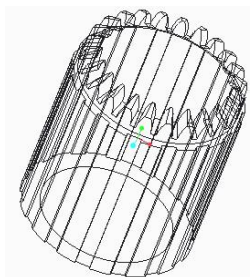

图 2-19 线框形式显示
1) 单击线框按钮图标 ，以线框形式显示模型，结果如图 2-19 所示。